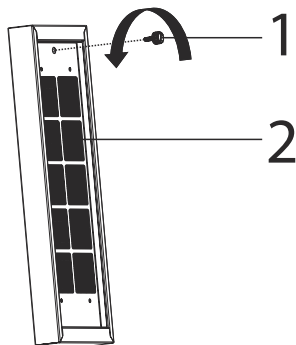

Abb. 28
2. ➤ Aktivkohlefilter Verbindungsschraube (Abb. 28/1) in Pfeilrichtung abschrauben.